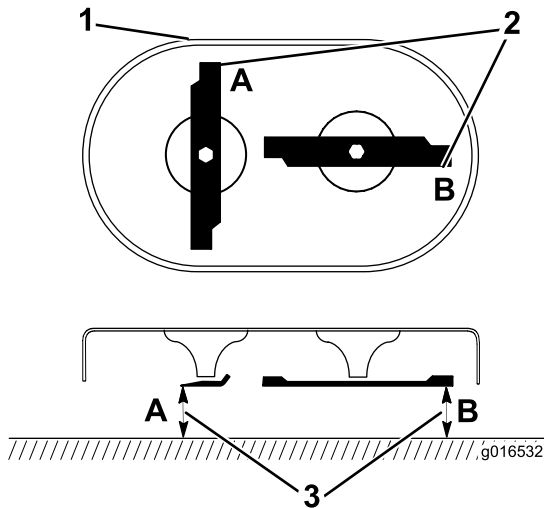

Figura 40
1. Gire las cuchillas a la posición mostrada en Figura 40.
2. Mida desde una superficie nivelada hasta los filos de corte en las posiciones **A** y **B** (Figura 40), y anote ambas dimensiones.
3. Gire las cuchillas de manera que sus extremos opuestos estén en las posiciones **A** y **B** (Figura 40).